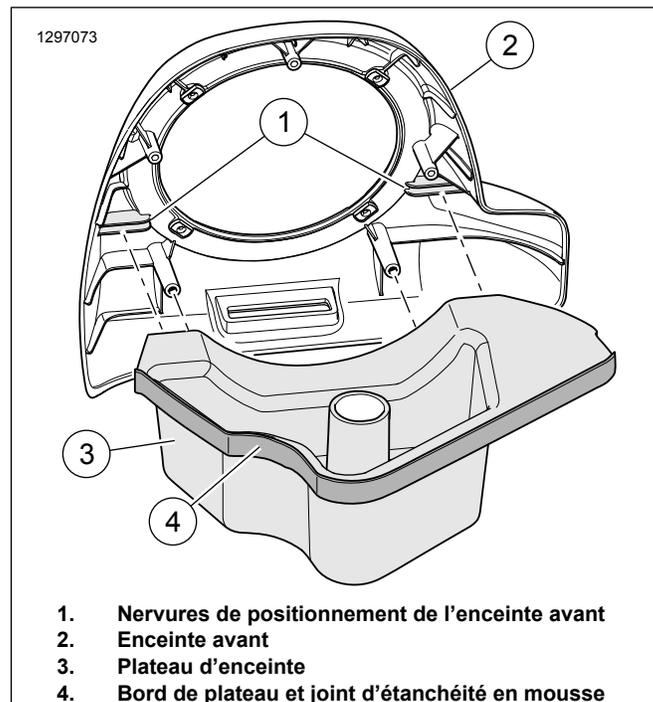

Figure 6. Assemblage de l'enceinte
6. Consultez Figure 6. Assemblez la plateau d'enceinte (4) à l'enceinte avant (2). Retirez le papier protecteur d'un côté du joint double-face en mousse (5). Installez le joint comme indiqué. Coupez et conservez l'excès du joint de mousse pour une utilisation ultérieure.